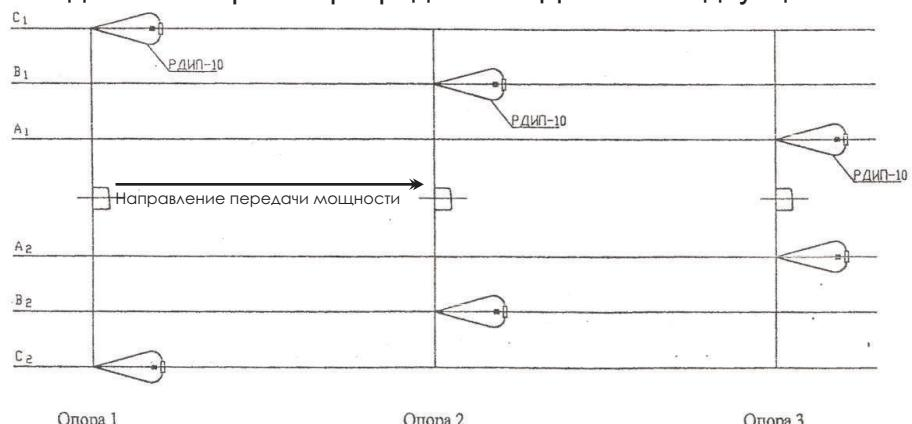

Рис.1 Варианты установки разрядника РДИП-10 на ВЛ
- 1.2.1 Общий вид, габаритные, установочные и присоединительные размеры разрядника приведены на рис.1.
- 1.4.1 Основные составные части и варианты установки разрядника приведены на рис.1.
- 1.4.2 Разрядник состоит из согнутого в виде петли металлического стержня, покрытого слоем полиэтилена высокого давления (6). Концы изолированной петли закреплены в зажиме
крепления (5), с помощью которого разрядник присоединяется к штырю изолятора (4) опоры ВЛ или другому элементу арматуры ВЛ. В средней части петли поверх изоляции расположена металлическая трубка (10). На проводе ВЛ (1) (рис. 1(а, б, е, з)) или на шлейфе (14) (рис.1(д, ж)) , напротив металлической трубки разрядника, закрепляется универсальный зажим (3) для создания необходимого воздушного искрового промежутка.
В случае подвесной изоляции (рис. 1 (в, г)) зажим для провода не применяется, а воздушный зазор устанавливается между трубкой разрядника и "лодочкой" (13).